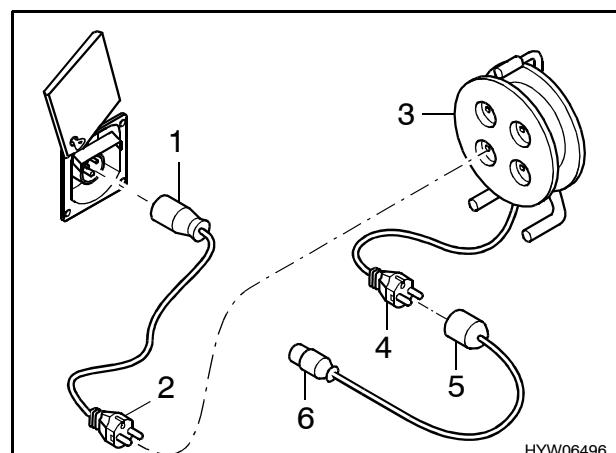

Bild 63 Anschlussmöglichkeiten 230-V-Anschluss HYW06496
- Abdeckung nach oben kippen (Bild 63).
CEE 17 Anschlusskupplung mit Schutzkontakt (Bild 63,1) – Stecker mit Schutzkontakt (Bild 63,2).
Steckdose mit Schutzkontakt (Bild 63,3) – Stecker mit Schutzkontakt (Bild 63,4).
Anschlusskupplung mit Schutzkontakt (Bild 63,5) – CEE 17 Stecker mit Schutzkontakt (Bild 63,6).